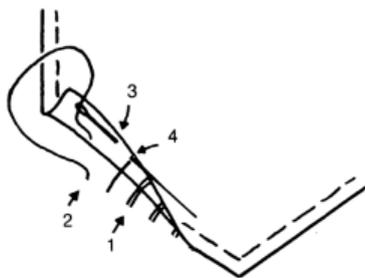

Рис. 11
СМЕТОЧНЫЙ СТЕЖОК «НАЗАД ИГОЛКУ» (РИС. 11)
3. Вколите иглу параллельно под краем аппликации и выполните стежок «вперед иголку» в половину длины предыдущего, но на сей раз вводите иглу слева направо... (посмотрите, как проходит игла от 3 до 4 на рис. 11). Для этого нужно повернуть изделие. Именно это движение назад оправдывает название данного стежка.